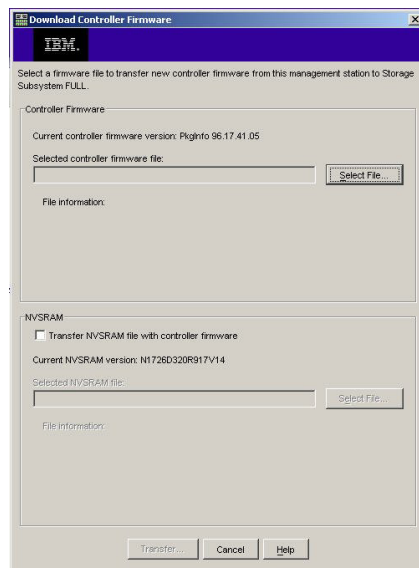

图 21. Download Controller Firmware 窗口
2. 单击 **Support** → **Download firmware** → **Download Controller Firmware**。这时将打开 Download Controller Firmware 窗口，如图 21 所示。